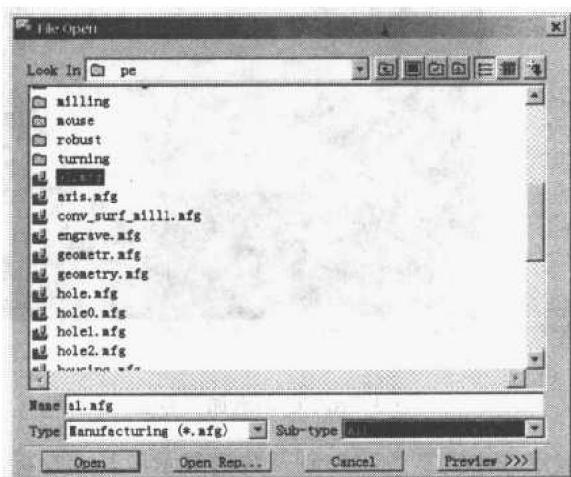

图1.2 【File Open】对话框
1. 从 Pro/ENGINEER 主菜单中，选择【File】→【Open】选项，或者单击相应图标。系统将显示浏览窗口，如图 1.2 所示。